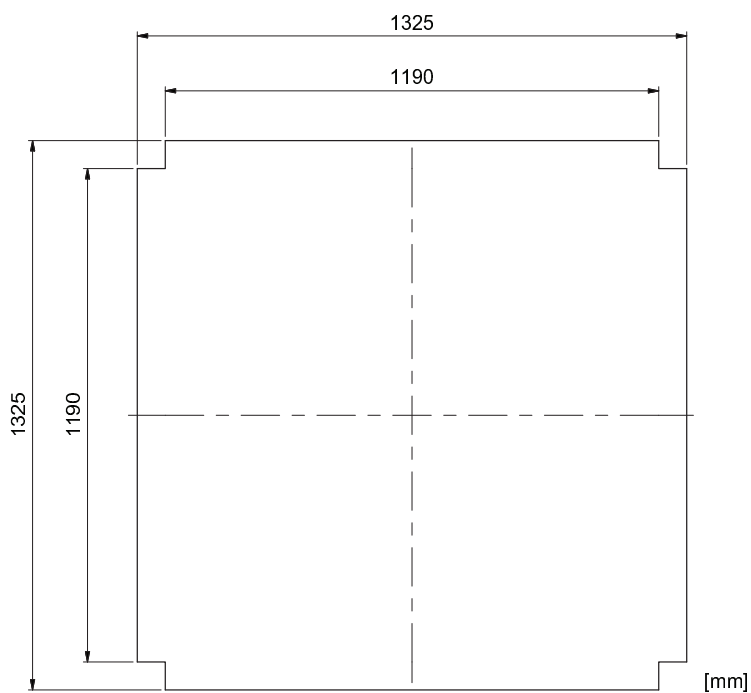
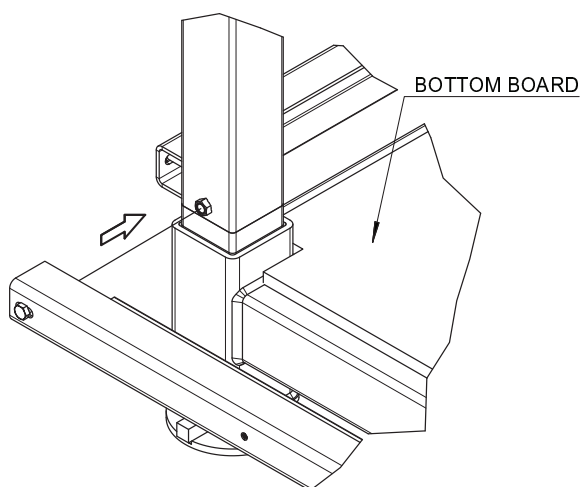

Figure 17. Dimensions de la planche de fond.
Figure 18. Exemple de positionnement du support de coffrage.
- 4.1 Vérifiez que les quatre poteaux d'angle sont correctement insérés dans le cadre inférieur. Coupez une planche de contreplaqué de coffrage de 18 mm conforme à la norme EN 636-3 au format indiqué sur la Figure 17 et placez-la au centre du cadre inférieur. Boulonnez huit supports de coffrage sur les écrous soudés des poteaux d'angle. Utilisez les boulons fixés aux supports de coffrage. Voir Figure 18. Il n'est pas nécessaire de serrer les boulons pour l'instant.